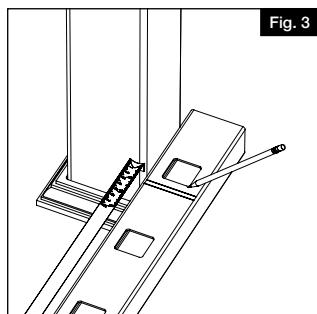

Fig. 3
- Faire une marque à  $\frac{1}{8}$  po (3,2 mm) de l'extrémité du poteau pour tenir compte de la dilatation (Fig. 3).